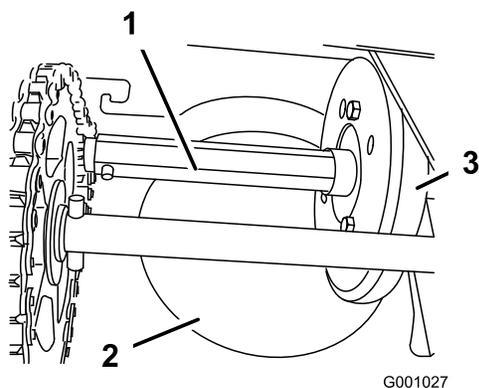

Рисунок 42
Раз в год наносите на шестигранный вал тонкий слой автомобильного двигателя масла (Рисунок 42).
**Внимание:** Не допускайте попадания масла на резиновое колесо и алюминиевый фрикционный диск привода для того, чтобы исключить проскальзывание привода тяги (Рисунок 42).